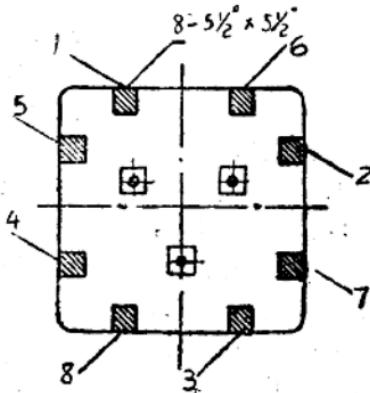

图 14
3. 按图14所示顺序垫入各车脚木，在垫1、2、3、4的四只车脚木时，应随时检查机框的水平；当垫5、6、7、8的四只车脚木时可视附近二只车脚木的松紧与否而定，不必再每只都去检查水平。这样垫的优点是：
①当开始的四只车脚木垫好后，机架已经平稳，着力均匀，这样在安装中如当日垫不完（该机垫车脚由木工一人进行，兼看水平和校正机框位置一般需二天），次日续垫时，机框水平质量可保持良好。
②在垫入后来的四只车脚木时，木工就不必再每次到机框上去检查水平。这就节省了用工，提高了工作效率。